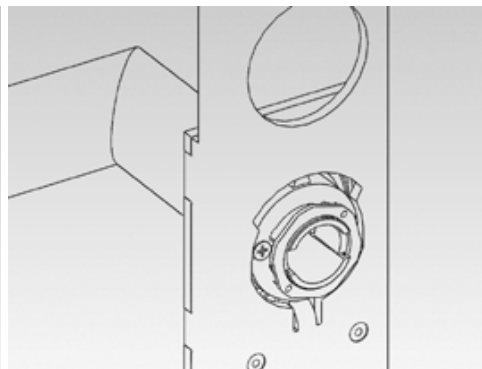
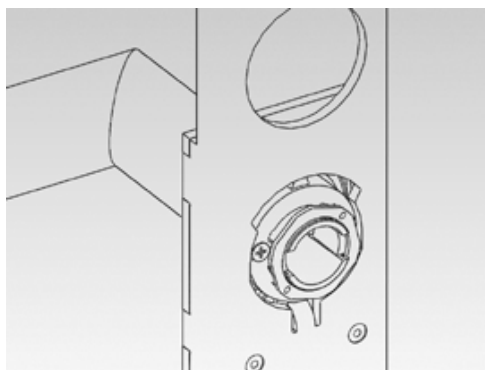

Abbildung 4:
Abbildung 5:
13. Den Außendrücker (3) festhalten und mit dem Gabelschlüssel den Drückerverschluss (5) bis zum Anschlag ca. 75° nach rechts verdrehen (Abbildung 4 und Abbildung 5). Bei nicht korrekter Montage ist es möglich, dass sich der Drücker wieder lösen kann.
14. Die Montage des Innenbeschlages (8) erfolgt von der Innenseite der Tür. Den Vierkant des Innenbeschlages durch die Nussaufnahme des Einsteckschlosses schieben, und den Innenbeschlag bis ca. 5 cm Entfernung auf die Tür schieben.
12. Den Außendrücker (3) festhalten und mit dem Gabelschlüssel den Drückerverschluss (5) bis zum Anschlag ca. 75° nach rechts verdrehen (Abbildung 4 und Abbildung 5). Bei nicht korrekter Montage ist es möglich, dass sich der Drücker wieder lösen kann.
13. Die Montage des Innenbeschlages (8) erfolgt von der Innenseite der Tür. Den Vierkant des Innenbeschlages (8) durch die Nussaufnahme des Einsteckschlosses (6) schieben, und den Innenbeschlag bis ca. 5 cm Entfernung auf die Tür schieben.
14. Die Montage des Außenbeschlages (4) erfolgt von der Außenseite der Tür.
15. Den unteren Abstandsbolzen (7) in den Außenbeschlag (4) einstecken, der obere Abstandsbolzen (7) ist werkseitig schon befestigt.
17. Gleichzeitig die Nussaufnahme des Außenbeschlages (8) auf den Vierkant und die beiden Abstandsbolzen (7) durch die angebrachten Bohrungen der Tür schieben, dabei das Kabel des Außenbeschlages immer straff nach innen ziehen. Darauf achten das hierbei das Kabel des Außenbeschlages nicht gequetscht bzw. geknickt wird.